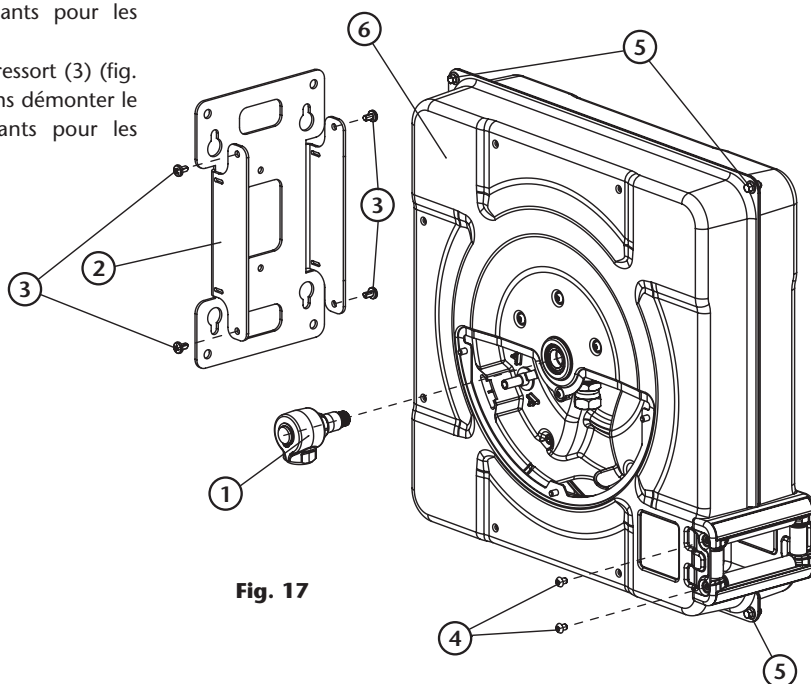

Fig. 17
7. Démontez l'ensemble joint d'essieu (1) (fig. 17). Il n'est pas nécessaire de retirer la rotule de l'essieu. Insérez une clé plate sur l'hexagone de l'axe et veillez à contre-attaquer en utilisant une clé Allen de 7 mm entre les faces (1) (fig. 10) en l'insérant dans l'hexagone en laiton (2) (fig. 10), à travers la pièce de précontrainte (3) (fig. 10). Dans la mesure du possible, évitez de transférer la force sur d'autres parties du moulinet et n'utilisez pas la clé plate pour faire levier sur la rotule. Conservez l'ensemble arbre-joint pour un remontage ultérieur.
8. Retirez la base (2) (fig. 17) en desserrant les vis (3) (fig. 17). Conservez la base pour un réassemblage ultérieur.
9. Retirez les deux vis (4) (fig. 17) qui maintiennent un côté de la sortie du tuyau.
10. Desserrez les quatre vis (5) (fig. 17) du capot. A ce stade, les deux moitiés du capot (6) (fig. 17) peuvent être retirées.
17. Montez l'autre côté de la coque (celui avec la fenêtre de service), en ajustant le trou central de la coque sur l'arbre en laiton du disque. Pour une position de montage correcte, alignez les ailettes de sortie du tuyau sur les deux coques, et assemblez les deux parties en serrant les vis (5) (fig. 17).
18. Montez les vis de maintien de la sortie du tuyau (4) (fig. 17).
19. Assemblez l'ensemble arbre-joint (1) (fig. 17). Pour ce faire, insérez avec précaution l'arbre dans le roulement de la coque. Veillez à ne pas endommager le joint interne avec le filetage de l'arbre. Il est recommandé de nettoyer les filets et d'utiliser un frein-filet de force moyenne sur ce joint fileté. Pour serrer l'arbre, veillez à effectuer un contre-serrage en utilisant une clé Allen de 7 mm entre les faces (1) (fig. 8) en l'insérant dans l'hexagone en laiton (2) (fig. 8), à travers la pièce de précontrainte (3) (fig. 8). Dans la mesure du possible, évitez de transférer la force sur d'autres parties du moulinet et n'utilisez pas la clé plate pour faire levier sur la rotule.
20. Montez la base (2) (fig. 17) sur la coque en utilisant les vis à tête (3) (fig. 17).